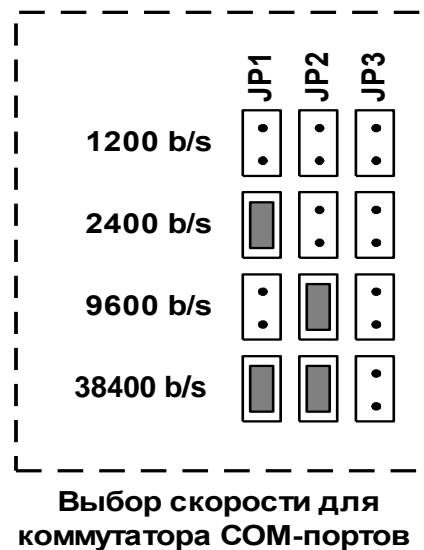

Рисунок 2 Розташування перемикачів на платі комутатора
1.3.2.10 Швидкість передавання даних по всіх портах має бути однаковою і встановлюється перемикачами JP1 та JP2 на такі значення: 1200, 2400, 9600, 38400 біт/с (див. рисунок 2).